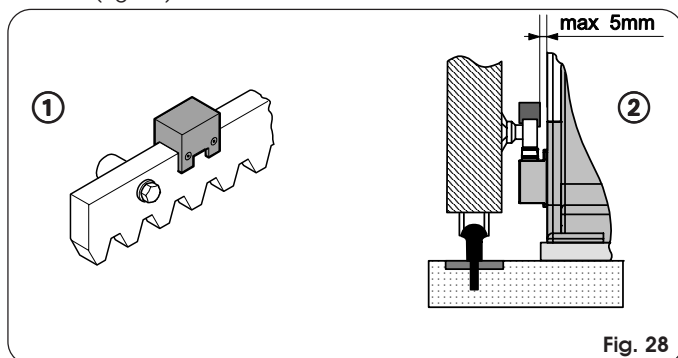

Fig. 28
- Plaats de magneten op de tandheugel zoals aangegeven op fig. 28 ref. ①. Ga na of de afstand tussen de magneet en het huis van de aandrijving maximaal 5 mm bedraagt (fig. 28, ref. ②).